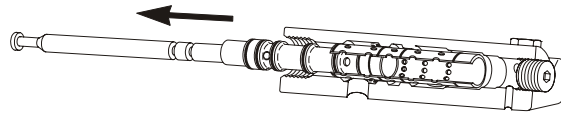

図1. 工具をスリーブの二番目の穴に入れ、必要に応じてドライバーで引き出す。
2. 必要に応じて、スリーブとバンパー（スリーブの内側に内側の端についているゴムの表面のスペーサー）を工具（部品番号28584）を使用して、図1、2、および3に示すようにはずします。